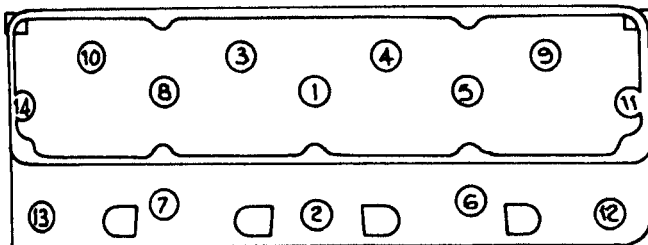

Bild 22
- Die Zylinderkopfschrauben in umgekehrter Reihenfolge zu Bild 22 lösen und den Zylinderkopf abnehmen. Zylinderkopfdichtung entfernen.
Zylinderkopfschrauben in der in Bild 22 gezeigten Reihenfolge auf ein Anzugsdrehmoment von 110 Nm und danach in der gleichen Reihenfolge auf 152 Nm anziehen.